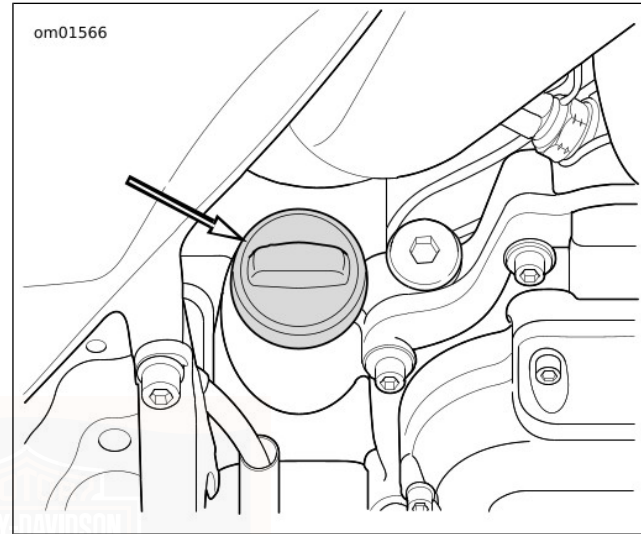

Figure 46. Bouchon de remplissage d'huile moteur
2. Voir Figure 46. Enlever le bouchon de remplissage/la jauge et essuyer la jauge. Introduire la jauge dans le bec de remplissage et la visser.